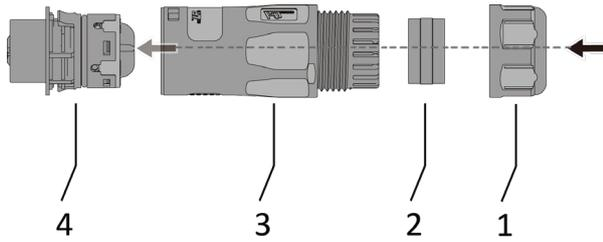

Abb. 21. EPS-Anschlussstecker
1. Beschreibung der einzelnen Teile des EPS-Steckers [siehe Abb. 21]